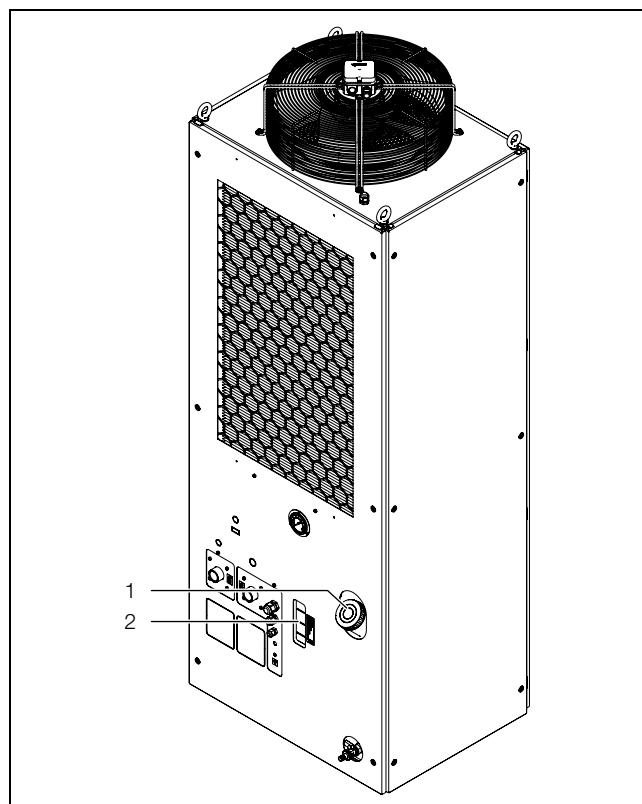

Fig. 12: Riempimento con mezzo frigorifeno
- Riempire il chiller di fluido frigorifero mediante il bocchettone di rifornimento (fig. 12, pos. 1) della vasca.
- Controllare il livello del liquido nel contenitore attraverso l'apertura presente nella copertura (fig. 12, pos. 2).